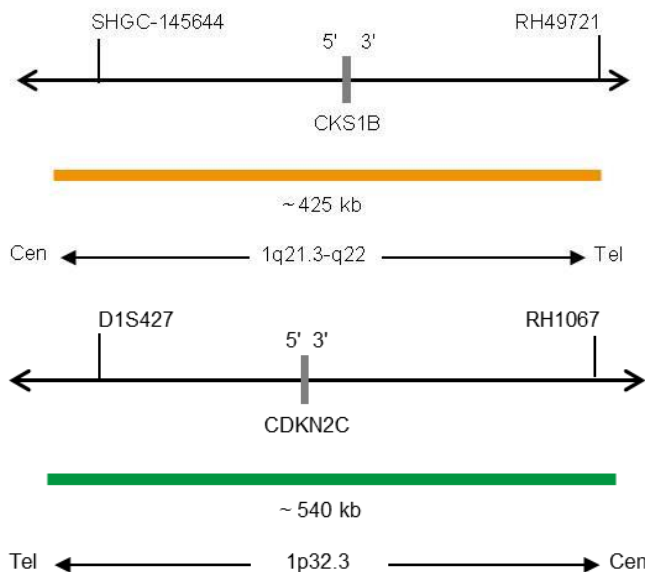

Fig. 1: Arriba: SPEC CKS1B Mapa de la sonda; abajo: SPEC CDKN2C Mapa de la sonda (no está a escala)
- Polinucleótidos marcados en naranja (excitación a 547 nm/emisión a 572 nm) ZyOrange (~4,5 ng/ μ l), dirigidos a secuencias localizadas en 1q21.3-q22* (chr1:154,722,168-155,144,639) que albergan la región del gen CKS1B (ver Fig. 1).
- Polinucleótidos marcados en verde (excitación a 503 nm/emisión a 528 nm) ZyGreen (~10,0 ng/ μ l), dirigidos a secuencias localizadas en 1p32.3* (chr1:51,196,272-51,737,475) que albergan la región del gen CDKN2C (ver Fig. 1).